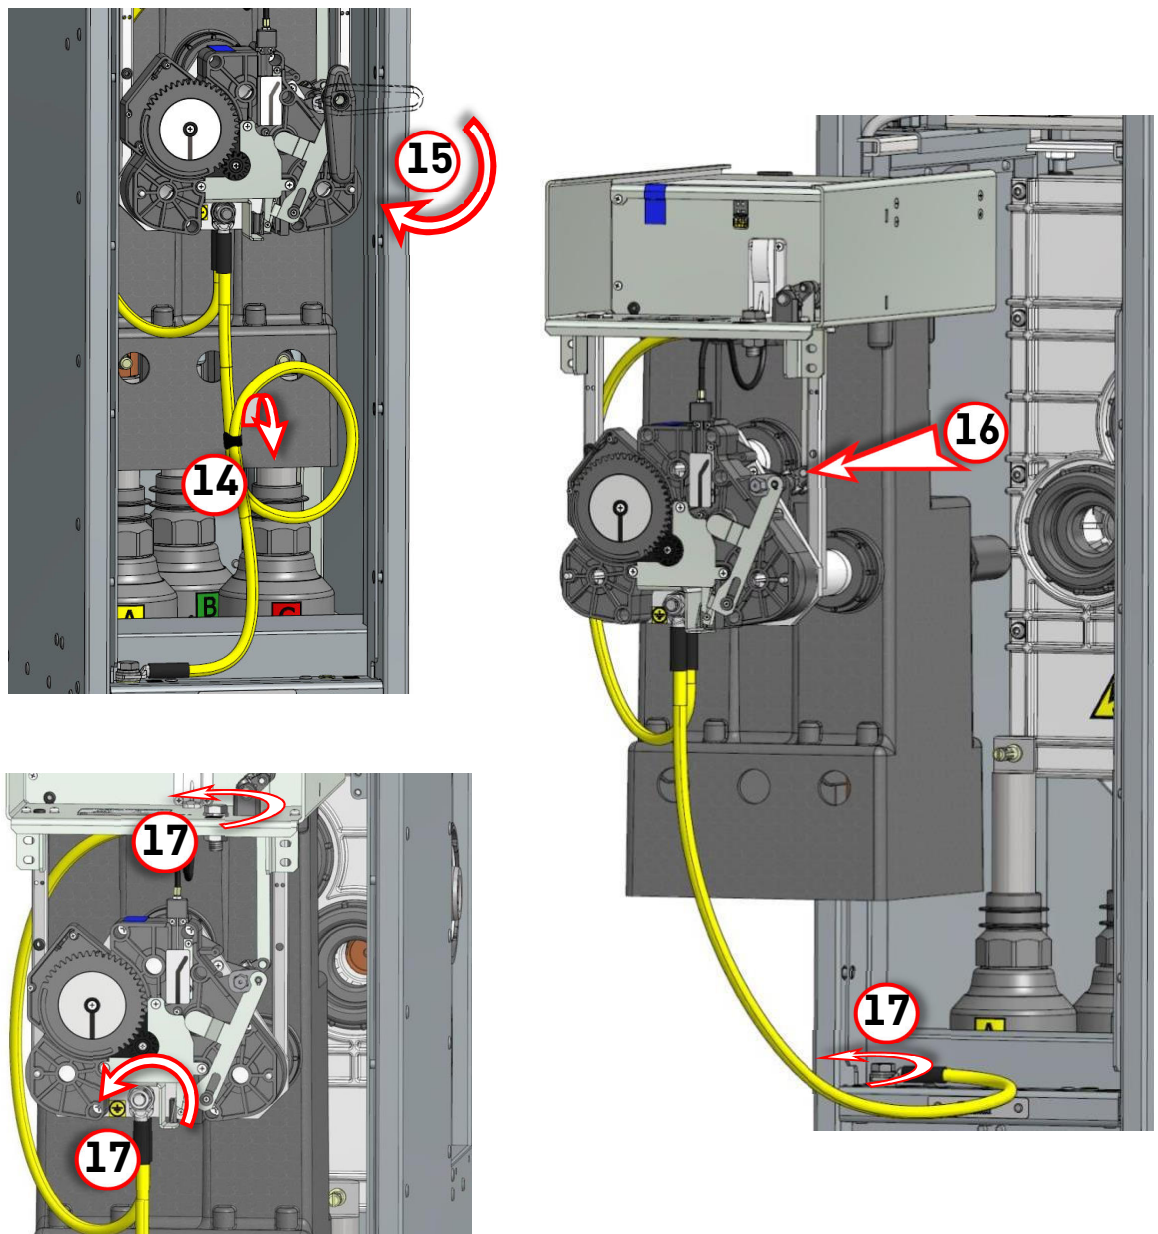

Рис.7.4. Демонтаж МВ, часть 2
заземления высоковольтного модуля, стяжку сохранить для обратной установки, операция **14**, рисунок **Рис.7.4.**
14. Установить рукоятку и отключить выключатель, повернув рукоятку по часовой стрелке на 90° в положение «ВВ отключен и заблокирован», операция **15**, рисунок **Рис.7.4.**
15. Извлечь МВ из шкафа, операция **16**, рисунок **Рис.7.4.**
16. Демонтировать жгуты заземления основания и плиты заземления разъединителя модуля высоковольтного, вывинтив крепеж в трех местах, указанных стрелками, операция **17**, рисунок **Рис.7.4.**